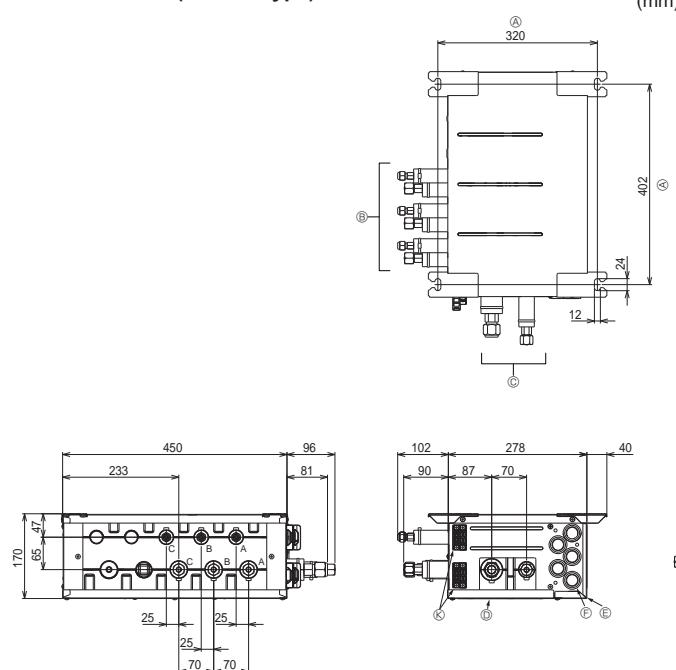

Fig. 4-3
② Fjern det elektriske dæksel, servicepanelet og toppanelet.
■ PAC-MK30BC (Fig.4-3)
- (1) Monter ophængningsboltene (anskaffes lokalt) med den angivne afstand. (Fig. 4-3, 4-4)